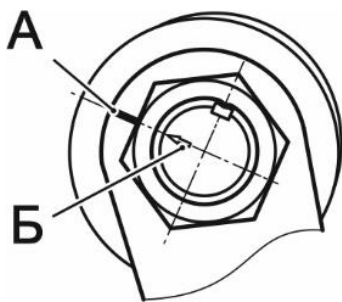

**Рис. 11.6** Положение меток на валу и рычаге сошки
1. Проверить (при виде на торец сошки) совпадение метки А (рис. 11.6) на сошке с меткой Б на валу сошки (на сошке метка А расположена посередине впадины шлица, на валу сошки рулевого механизма метка Б расположена посередине зуба шлица).